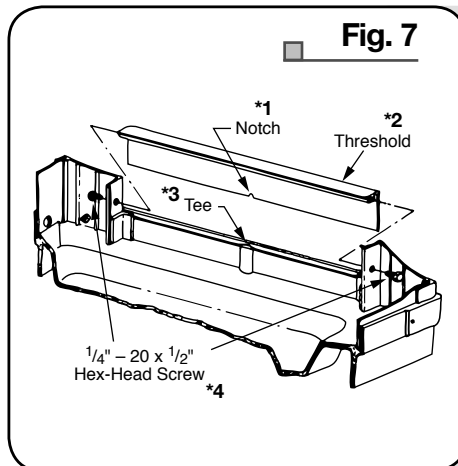

Fig. 7
8. Set Threshold in place between the front support extrusions. Be sure that threshold "notch" is locked into base "tee" section. Insert a $\frac{1}{4}$ " – 20 Hex Head Screw through the pre-punched hole in the front support flange and screw into the threaded area of the Threshold. Follow the same procedure for the other side. After both screws are started, tighten securely. (**Fig. 7**)
8. Coloque el umbral en medio de los moldeamientos de los soportes frontales. Asegúrese de que la ranura del umbral trabaje con la división "T". Inserte un tornillo de cabeza hexagonal $\frac{1}{4}$ " – 20 en el orificio marcado en el reborde del soporte frontal y atornille en el área roscada del umbral. Repita el procedimiento para el otro lado. Una vez que los dos tornillos estén colocados, ajústelos hasta que queden firmes. (**Fig. 7**)
8. Installez le seuil de porte entre les extrusions du support avant. Assurez-vous que l'encoche du seuil est insérée dans la section en T de la base. Insérez une vis à tête hexagonale n° 20 de $\frac{1}{4}$ po par le trou du raccord de support avant puis dans le trou correspondant du seuil de porte. Procédez de la même façon pour l'autre côté. Une fois les 2 vis en place, serrez-les à tour de rôle. (**Fig. 7**)